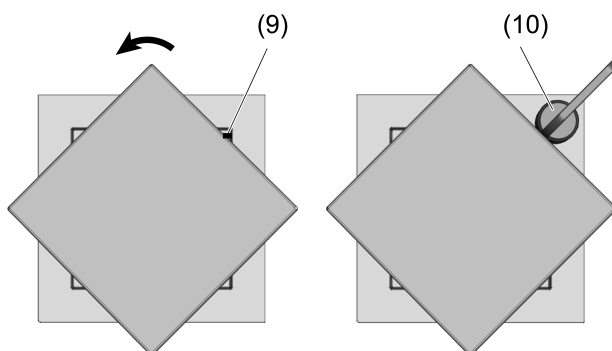

Bild 6
- Vrid ljuspåsetsen i 45° för att se markeringen (9) (Bild 6).
- Placera magneten (10) vid markeringen (9) på höljet tills ett klick kan höras.